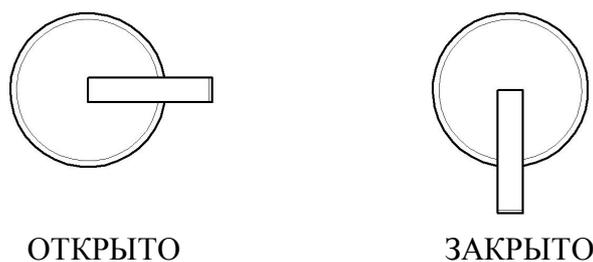

Рисунок 1 – Положения крана
7.5.3. Включить подачу исходной воды, открыв кран водопроводной сети и кран подачи исходной воды 5 (см. рисунок 1).